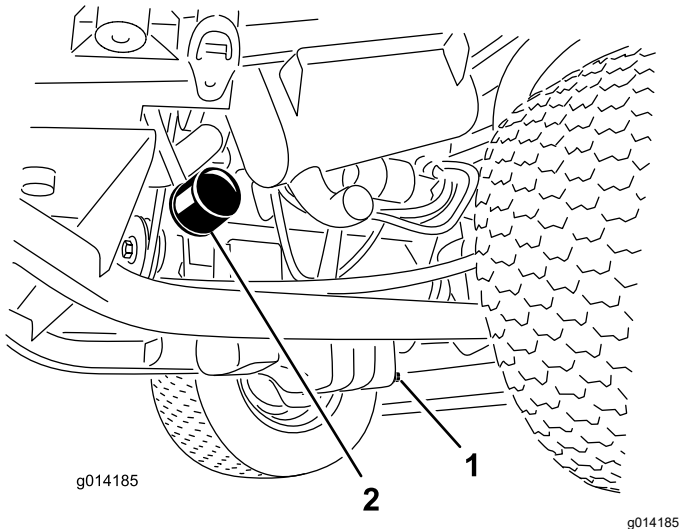

图 32
1. 拆下排油塞图 32 让油流入放油盘。
3. 拆下机油滤清器图 32。